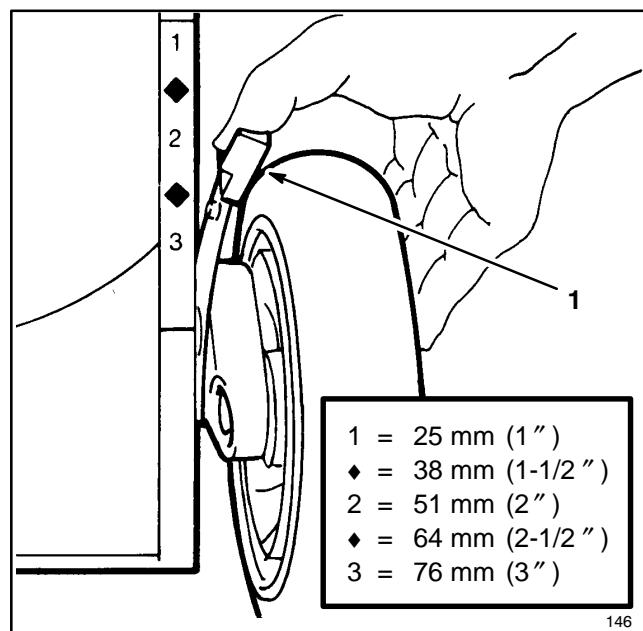

Figure 14
2. Afin de faciliter le réglage, soulevez le carter-sans mettre les mains sous la plaque-de manière à ce que la roue ne touche plus le sol. Serrez le levier de réglage vers la roue et déplacez à l'ajustement désiré (fig. 14). Assurez-vous que la cheville du levier de réglage s'engage dans l'encoche du carter. Réglez toutes les roues à la même hauteur.
2. Régler sur "3" la position de hauteur de coupe des quatre roues (fig. 14).